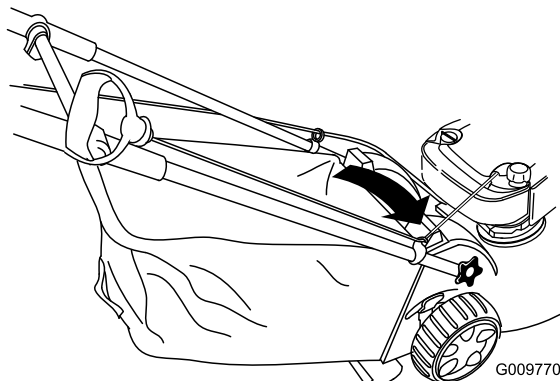

Figure 32
1. Faites passer le câble du lanceur autour du guide inférieur (Figure 32).